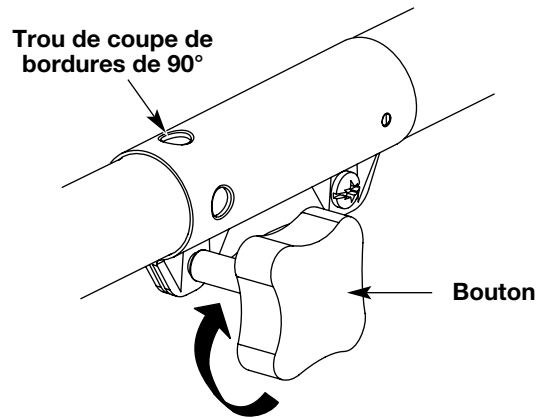

Fig. 11
3. Serrez le bouton en le tournant à droite (Fig. 11).
Pour couper les bordures à l'aide de la tête d'accessoire de coupe sur les modèle EZ-Link^{MC}, verrouillez le bouton de déclenchement de l'accessoire de coupe dans le **trou de 90°** (Fig. 11).